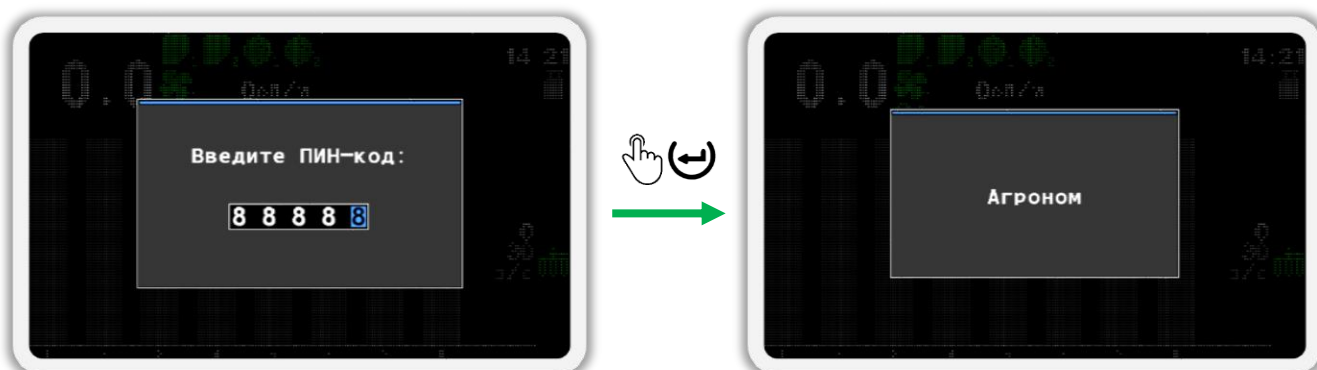

Рисунок 29
- После того, как вы введете ПИН-код, нажмите кнопку (↵) «Меню». Если код введен правильно, то вы увидите сообщение с надписью «Агроном» (см. Рисунок 29). После этого вы будете автоматически возвращены в меню «Настройки».